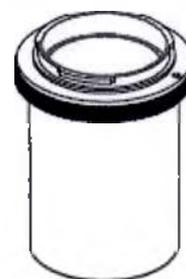

Рис. 28
13.7 Адаптеры для камер Nikon, Canon, Sony. (рис.28)